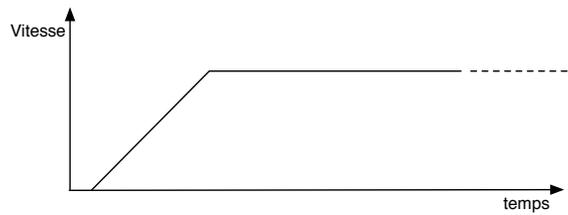

Figure 3: Mise en rotation de la fraise
- (b) Ecrire la fonction $MCC()$, qui aura le profil de vitesse suivant (figure 3) :